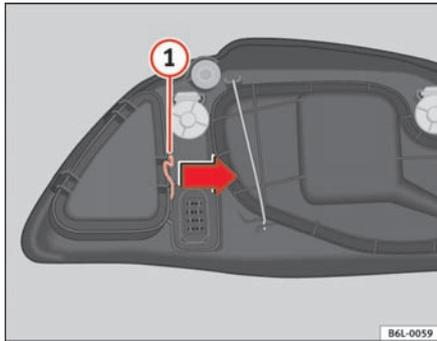

Fig. 154 Luz de población
- Desplace el tirante **1** ⇒ fig. 154 en el sentido de la flecha y retire la tapa.